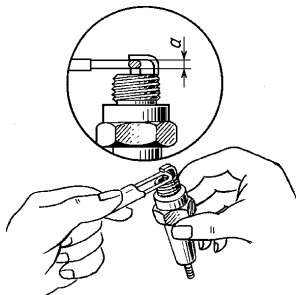

Рис. 8.5. Замер зазора между электродами свечи зажигания:
**Свечи зажигания.** На двигателе применяются неразборные свечи с керамическими изоляторами, подобранные по тепловой характеристике. При образовании на свече нагара создается утечка тока, что приводит к уменьшению вторичного напряжения. При появлении перебоев в работе зажигания прежде всего очистить свечи и отрегулировать зазор между электродами (рис. 8.5).